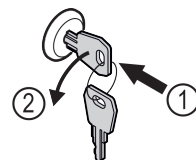

Fig. 201
- ▶ Introducir la llave. Fig. 201 (1)
- ▶ Girar la llave 90° en sentido antihorario. Fig. 201 (2)